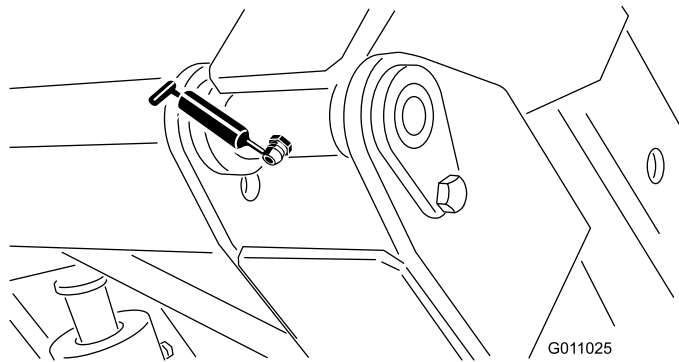

Figura 29
- Perno superiore del cassone (2) (Figura 29).